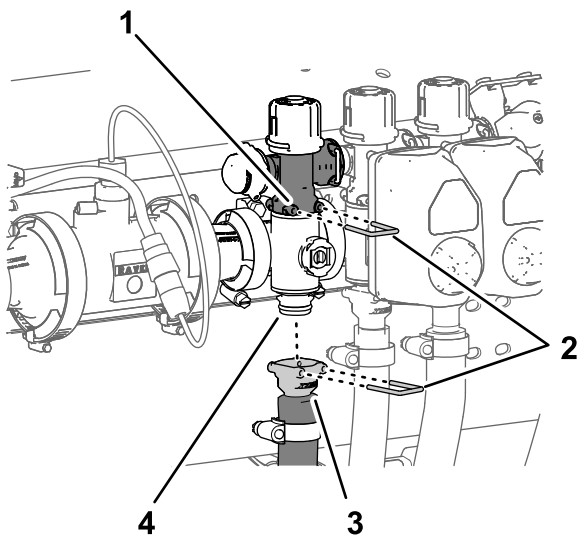

Figura 125
1. Retire la grapa que sujeta el acoplamiento rápido de la válvula de desvío de sección al distribuidor de sección (Figura 125).
2. Retire la grapa que sujeta el acoplamiento rápido de la manguera de alimentación al distribuidor del acoplamiento rápido del distribuidor de sección (Figura 125).